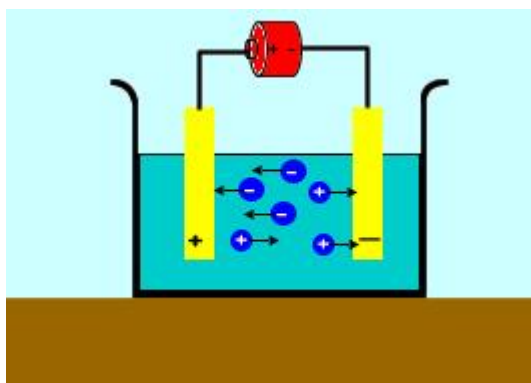

Figura 02 – Solução iônica
- **Líquido:** Condutor elétrico, figura 02, que está no estado líquido são as soluções iônicas.